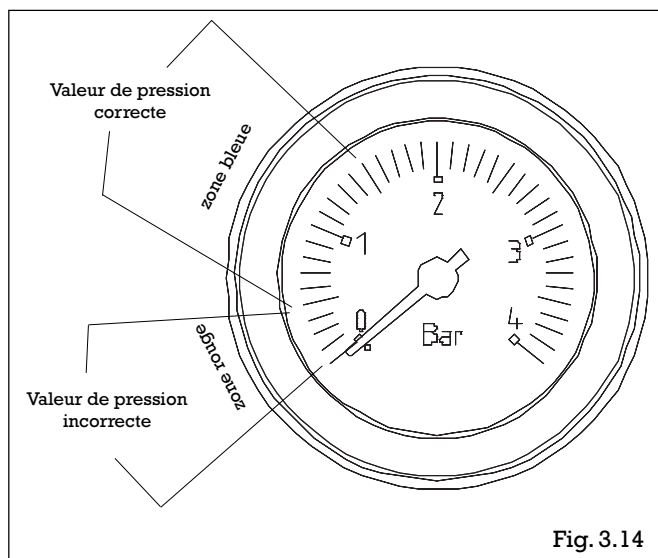

Fig. 3.14
- ouvrir de deux ou trois tours le bouchon du purgeur automatique (A)
- placer le robinet d'entrée d'eau froide (B) sur la position «remplissage» (manette vers le bas) et ouvrir le petit robinet (C) du disconnecteur jusqu'à ce que la pression indiquée par le manomètre atteigne 1 bar (fig. 3.14).